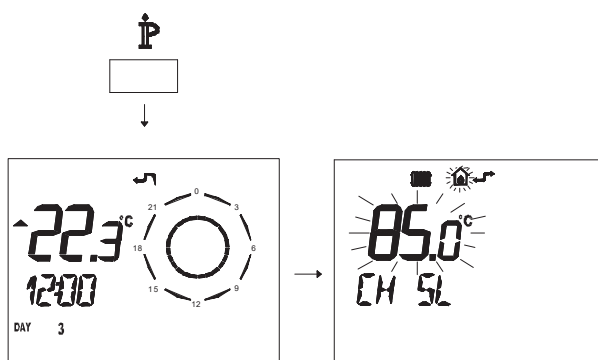

Рисунок 5.39
- Нажмите и удерживайте 3 секунды кнопку **IP**, чтобы войти в режим *INFO* (Рисунок 5.39).